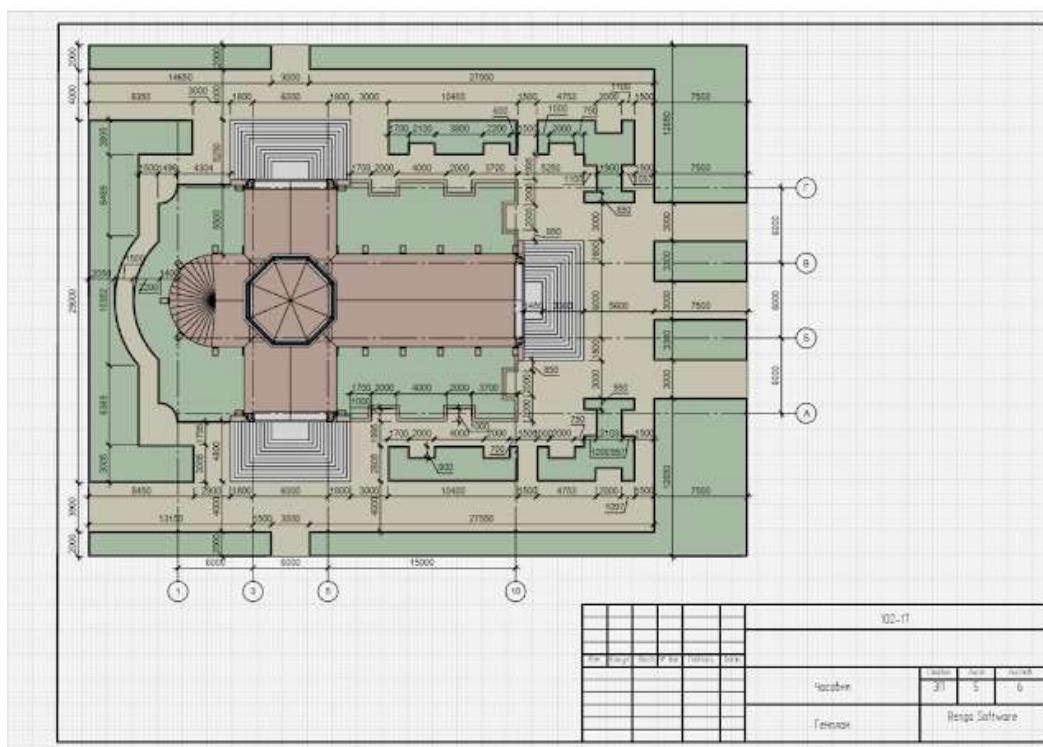

Рисунок 6.3 – Модель генерального плана
3. Генеральный план в программе ренга вычерчивать с помощью инструментов планта перекрытия. Нанести элементы благоустройства территории, озеленение, тротуары, зелёные насаждения, см. рис.6.3.